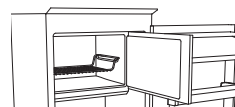
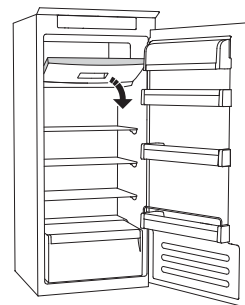

Abbildung 1
Abbildung 2
- Platzieren Sie die Lebensmittel auf dem Gitter, falls vorhanden (Abbildung 1) oder direkt auf dem Boden des Gefrierfachs (Abbildung 2)
- Platzieren Sie die Lebensmittel in der Mitte des **✳✳✳** Fachs, ohne dass es bereits gefrorene Lebensmittel berührt, halten Sie einen Abstand von etwa 20 mm ein (Abbildung 1 und 2).
Das STOP-FROST-SYSTEM (modellabhängig) erleichtert den Abtauvorgang im Gefrierfach. Das STOP-FROST-Zubehörteil (Abbildung 1) wird eingesetzt, um einen Teil des Frosts anzusammeln, der sich im Gefrierfach bildet. Es ist leicht herauszunehmen und zu reinigen und verringert somit die erforderliche Zeit zum Abtauen des Gefrierfachs.
- Öffnen Sie die Gefrierfachtür und nehmen Sie die obere Schublade heraus (Abbildung 2).